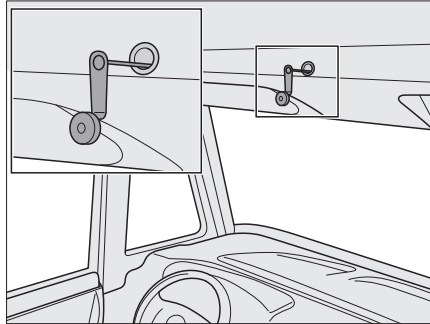

Fig. 165 Commande de secours pour le lit escamotable électrique
- ▷ En cas de panne de courant, le lit escamotable électrique peut également être commandé avec une manivelle de secours (Fig. 165). Celle-ci se trouve dans la cuisine intégrée.